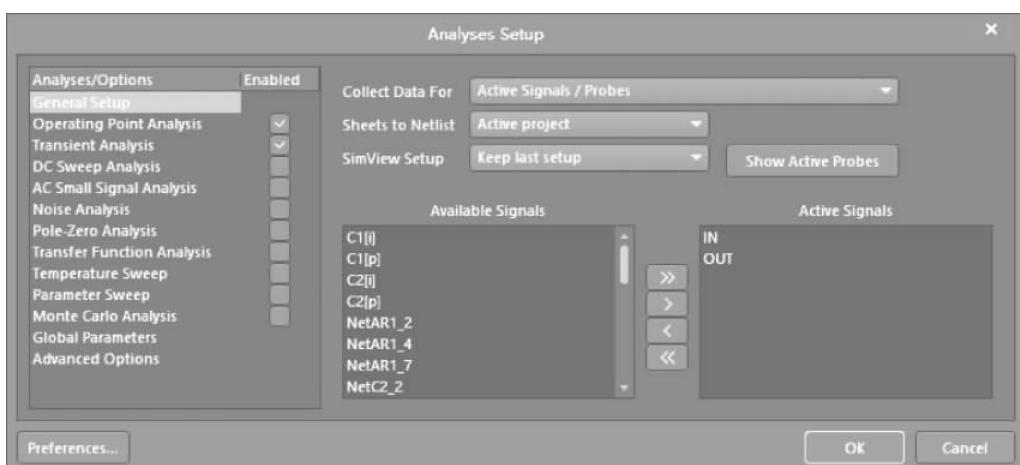
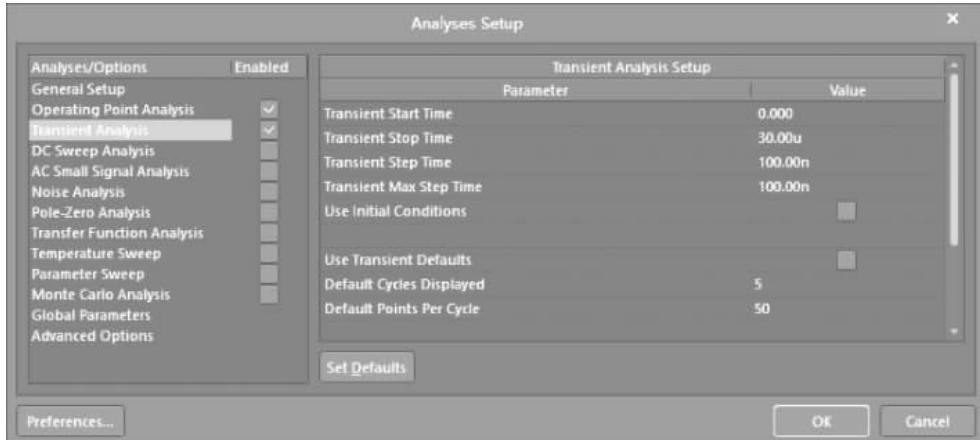

图 3-41 设置仿真参数界面 1
图 3-42 设置仿真参数界面 2
(2) 出现如图 3-41 所示的 Analyses Setup(分析设置)界面,按下面参数设置。
① 选中 Operating Point Analysis 和 Transient Analysis 选项,执行直流工作点和瞬态分析功能。
② 将 Collect Data For 设置为 Active Signals/Probes。
③ 将 IN 和 OUT 添加到 Active Signals 栏中。
(3) 选择 Transient Analysis 选项,出现如图 3-41 和图 3-42 所示的 Transient Analysis Setup (瞬态分析设置)界面。按下面参数设置。
① 不选择 Use Transient Defaults(使用瞬态默认)选项,表示设计者定制瞬时分析参数。
② 在 Transient Stop Time(瞬时停止时间)后面输入 30.00μs。
③ 其他按默认参数设置。